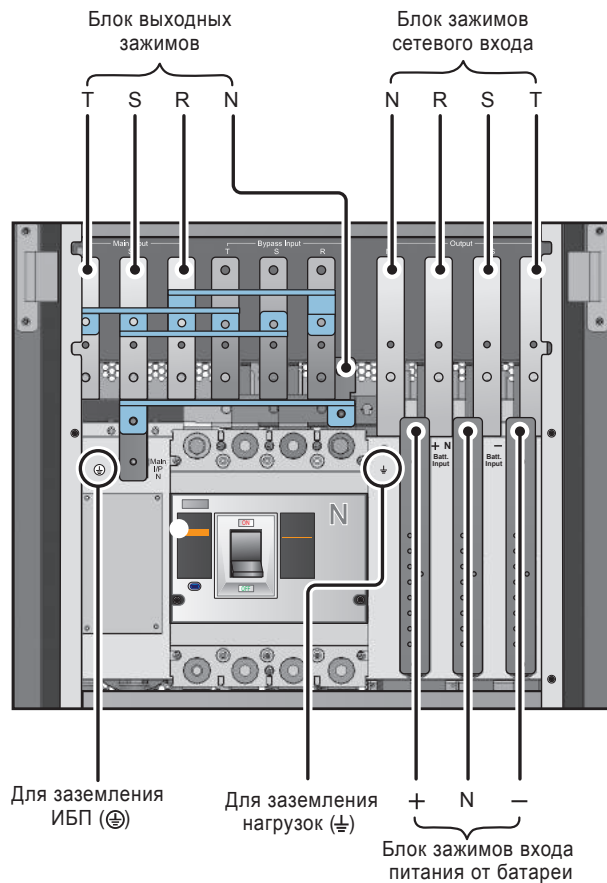

Рис. 5-9. Схема подключения в конфигурации с одним входом (одиночный ИБП)
- Подключите кабели электросети переменного тока, нагрузки и внешнего батарейного кабинета к соответствующим зажимам ИБП. См. **Рис. 5-9**.
2. Подключите кабели электросети переменного тока, нагрузки и внешнего батарейного кабинета к соответствующим зажимам ИБП См. **Рис. 5-9**.